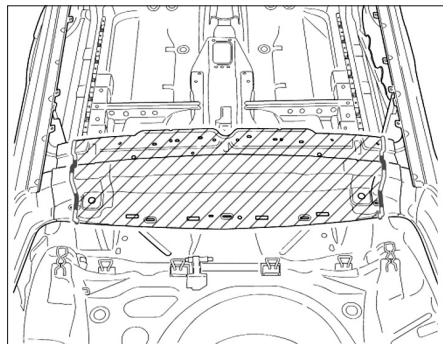

FIG. 97
- Découper la traverse de pavillon comme illustré (Fig.97).